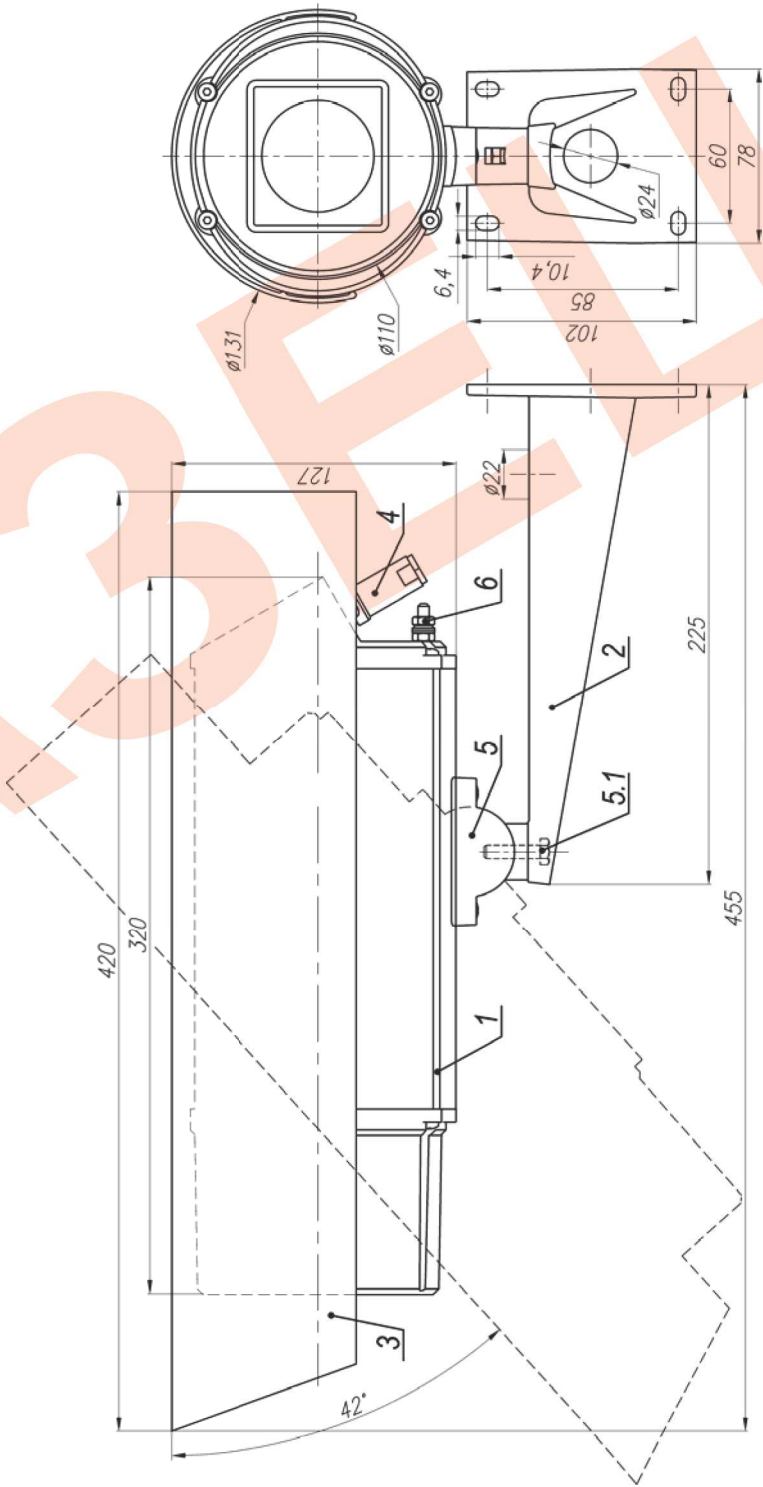

Рис.1 Габаритные и установочные размеры ТВК-97 IP
3. Ослабив болт фиксации шарнира (поз.5.1 рис.1) повернуть гермобокс на нужное направление обзора, после чего надежно зафиксировать шарнир затянув болт.
4. Заземлить гермобокс с помощью болта заземления (поз.рис.1).
Состав изделия: (см. рис.1)